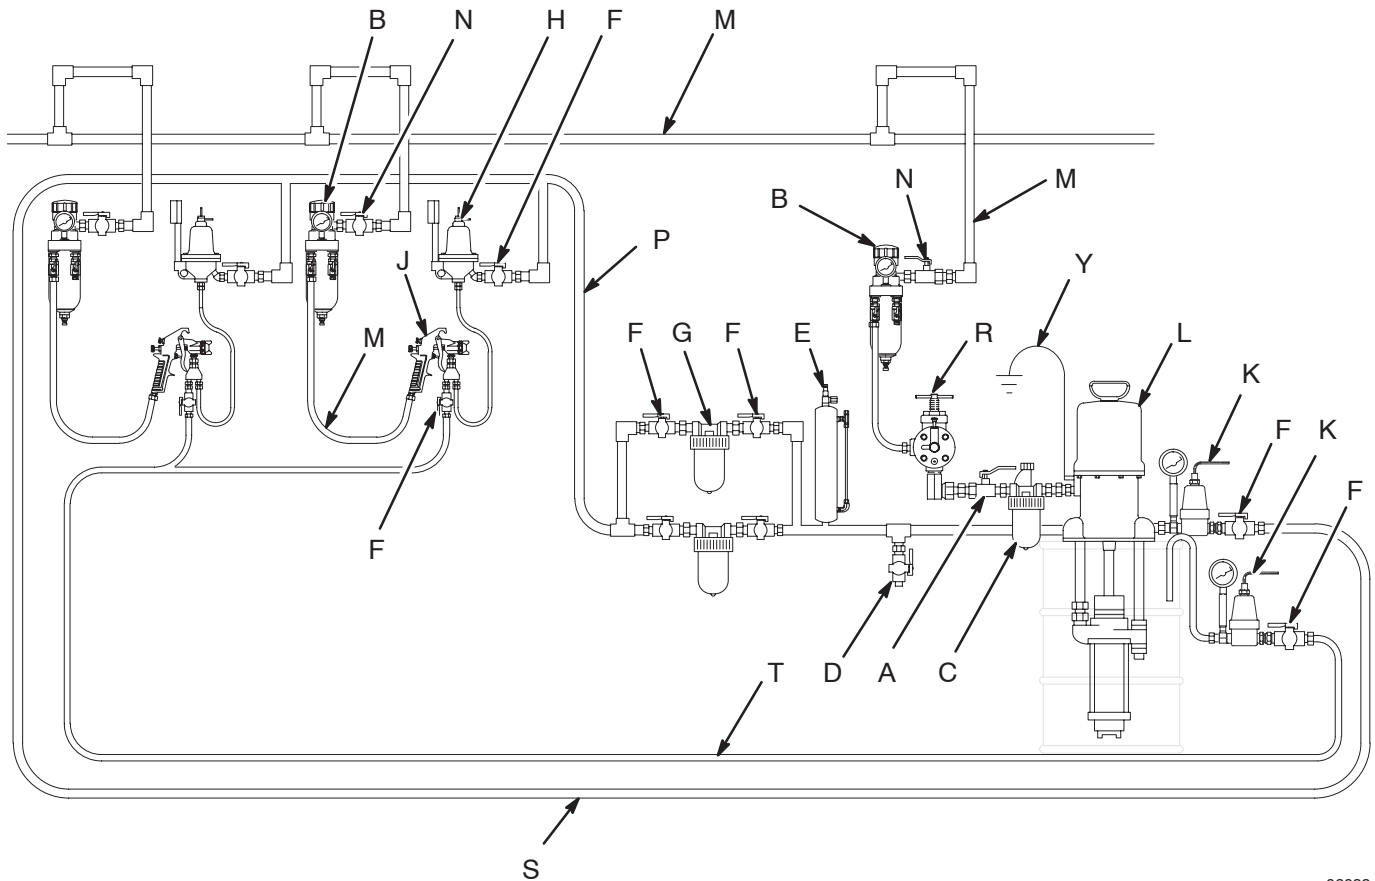

Fig. 2
La Fig. 2 constitue simplement un guide pour le choix et l'installation des accessoires et des composants du système. Prenez contact avec votre distributeur Graco afin d'obtenir de l'aide pour la conception d'un système qui réponde à vos besoins particuliers.
1. Voir la Fig. 2. Retirer l'embout de pulvérisation du pistolet. Se reporter au manuel d'instructions du pistolet.
3. Fermer le filtre/régulateur d'air (B).
4. Fermer le robinet de purge produit (D).
9. Ouvrir le filtre/régulateur d'air (B) jusqu'à ce que la pompe démarre. Faire fonctionner la pompe à bas régime jusqu'à ce que tout l'air soit chassé et que le système soit complètement amorcé. Toujours utiliser la pression la plus basse possible pour obtenir les résultats désirés. Une pression plus élevée causera une usure prématurée de la pompe.